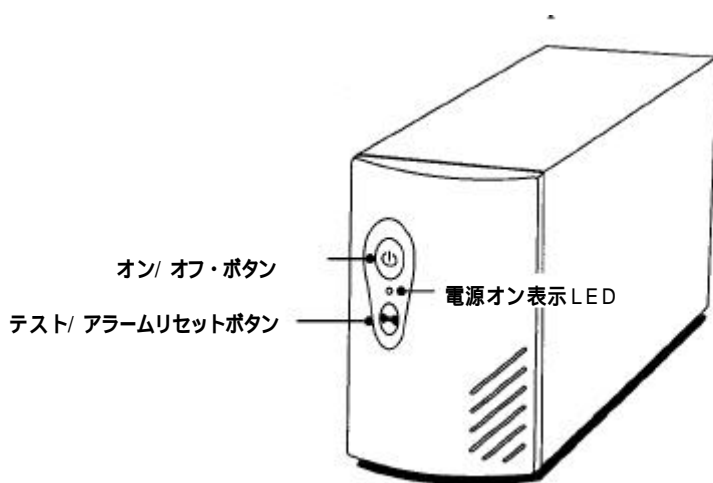

図 2. FU シリーズ前面パネル
4. 図 2 に示したとおり、オン  ボタンを押して UPS を起動して下さい。電源オン表示 LED が点灯し、後部コンセントから電源供給を開始します。
UPS の電源を入れるには、電源に UPS のプラグを差し込んだ後、前面パネルの  ボタンを押します (5 ページの図 2 を参照)。UPS の電源を入れると、自己診断が行われ、ノーマル・モードに入ります。電源オン LED が点灯して、後部コンセントから電力供給が始まります。